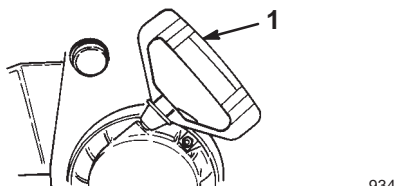

Figure 17
- **Lanceur** (Fig. 17) – Le lanceur se trouve à l'arrière du moteur. Tirez sur le lanceur pour mettre le moteur en marche.
8. Prenez la poignée du lanceur (Fig. 17) et tirez-la lentement jusqu'à ce que vous sentiez une résistance, puis tirez vigoureusement pour lancer le moteur.